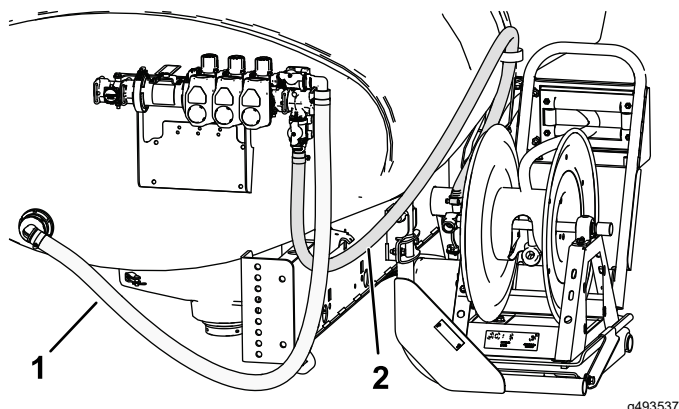

Figura 33
18. Introducei furtunul de alimentare cu tambur ca în Figura 33 i fixai-l pe tamburul pentru furtun cu ajutorul unei cleme pentru furtun.